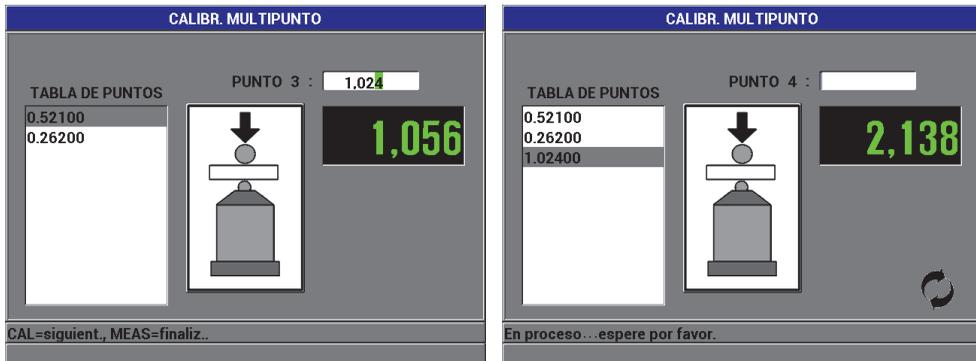

Figura 4-11 Pantalla de calibración MULTIPUNTOS
8. Los puntos de calibración (cantidad permitida de hasta ocho puntos) adicionales aparecerán en el panel izquierdo de la pantalla (ver la Figura 4-11 en la página 98):